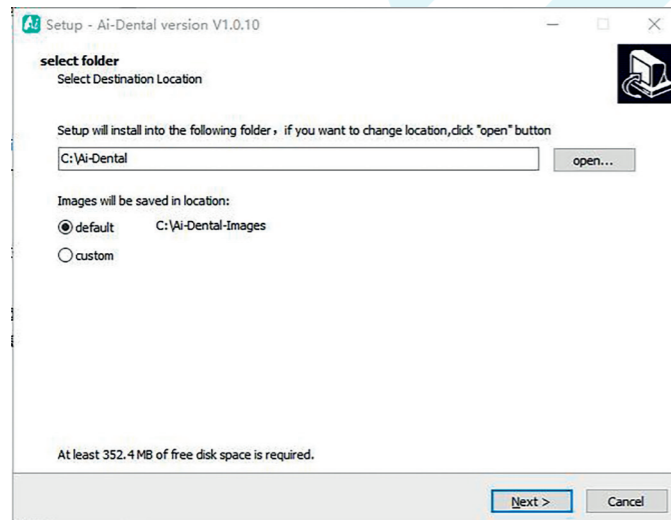

Figura 4
4.1.3 Depois de o programa de instalação ser iniciado, clique no botão «Browse» para selecionar o caminho de instalação. Depois de o caminho ser selecionado, clique no botão «Next» (Avançar), conforme mostrado na Figura 4: